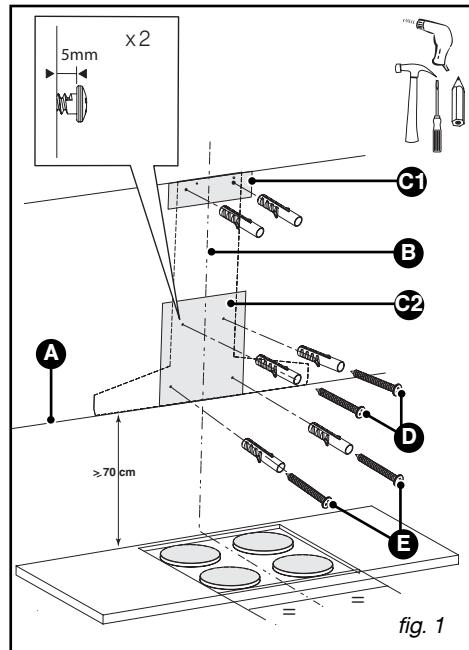

fig. 1
- Placez le gabarit C2 (fig. 1) sur le mur en superposant le trait représentant l'axe de la hotte sur le trait vertical B (fig.1) tracé précédemment .
- Placez le gabarit C1 (fig. 1) contre le mur et en butée contre le plafond.
- Vissez les deux vis du haut de la hotte (D/fig.1) en les laissant dépasser de 5 mm.